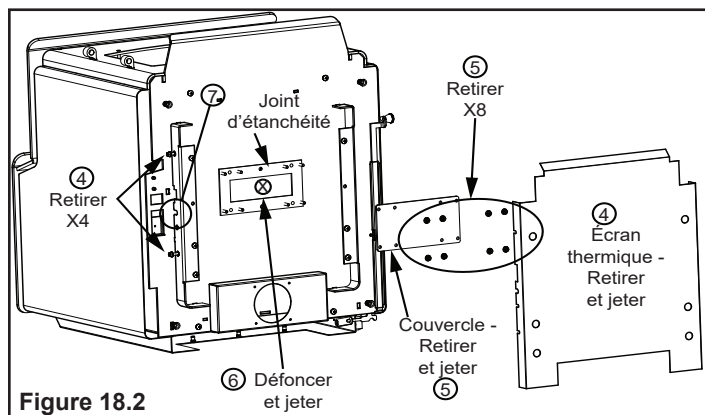

Figure 18.2
- Couchez l'appareil sur son dos, sur une surface rembourrée ou une palette (**Figure 18.2**).
- Retirez l'écran thermique en desserrant les quatre boulons à l'aide de la clé ouverte 3/8 (**Figure 18.2**).
- Retirez les 8 écrous maintenant le couvercle à l'aide de la clé à douille 7/16; jetez le couvercle (**Figure 18.2**).
- Retirez l'alvéole défonçable du bas de la boîte à feu à l'aide du marteau (**Figure 18.2**).
3. Couchez l'appareil sur son dos, sur une surface rembourrée ou une palette (Figure 18.2 à la page 18).
4. Retirez l'écran thermique en desserrant les quatre boulons à l'aide de la clé ouverte 3/8 (Figure 18.2 à la page 18).
5. Retirez les 8 écrous maintenant le couvercle à l'aide de la clé à douille 7/16; jetez le couvercle (Figure 18.2 à la page 18).
6. Retirez l'alvéole défonçable du bas de la boîte à feu à l'aide du marteau (**Figure 18.2 à la page 18**).